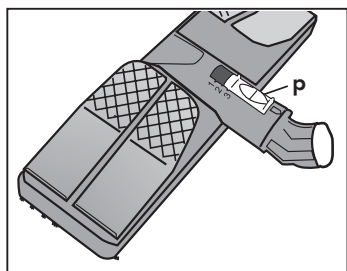

Fig. 13
- colocar a alavanca (p) na posição 1 ASSEMBLING (Fig. 13);